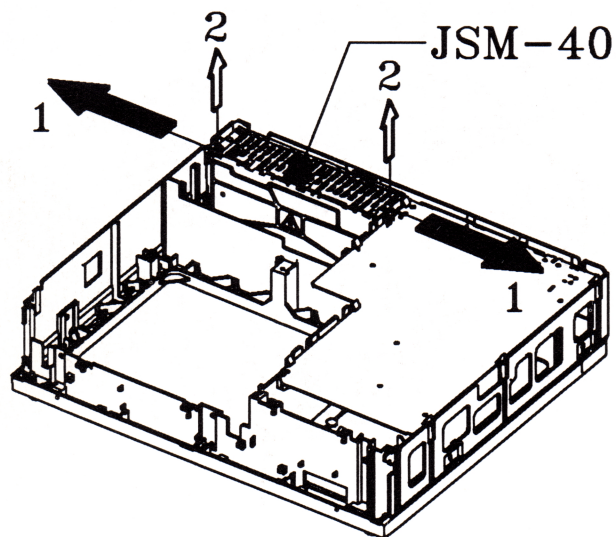

Fig. 7
- Door de twee klikhaakjes (zie afb. 7) te ontgrendelen kan men het netdeel uit het apparaat nemen en erachter leggen.